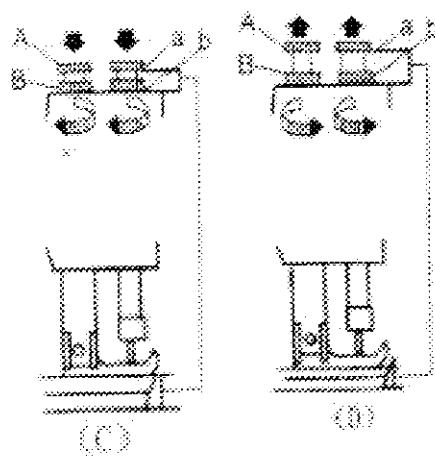

Рис. 8
4. Регулировка давления прижимной лапки должна быть выполнена таким образом, чтобы материал перемещался вперед равномерно, без какого-либо проскальзывания. Давление должно быть отрегулировано в соответствии с толщиной материала. Сначала следует ослабить винт регулировки давления и стопорную гайку В. Если материал очень толстый, давление должно быть более высоким. Поверните регулировочный винт А в направлении, показанном на Рис. 8 (С). Если материал тонкий, поверните регулировочный винт в направлении, показанном на Рис. 8 (Д), чтобы уменьшить давление. Затяните стопорную гайку В.